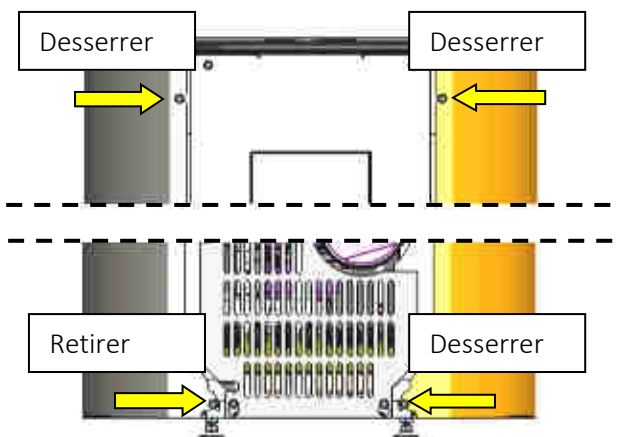

Fig. 12 : desserrer les vis (face arrière)
1. Desserrer ou retirer les 4 vis sur la face arrière selon la Fig. 12, deux vis étant situées en haut et les deux autres en bas